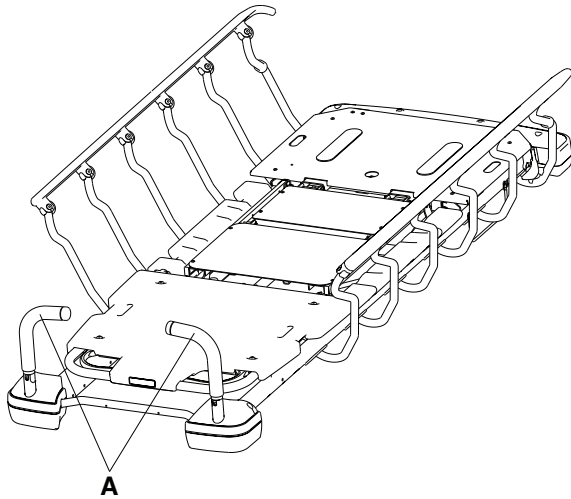

Abbildung 11 – Positionieren der Kopfende-Schiebegriffe
1. Die Griffe (A) vom Kopfende des Produkts nach oben schwenken (Abbildung 11).